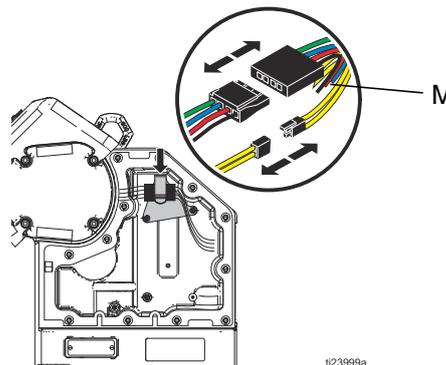

**ABB. 18: Elektronikabdeckung abnehmen**
4. Die Elektronikabdeckung (3) vorsichtig entfernen. Siehe ABB. 18, 17Seite .